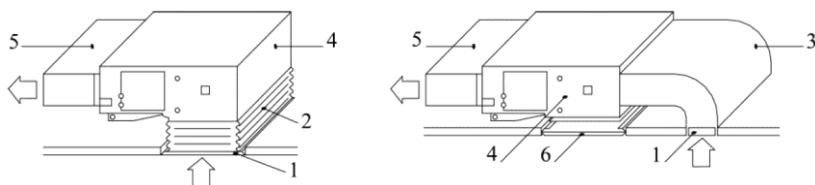

Fig. 12
- e. Il tipo d'installazione deve essere scelto sulla base delle condizioni dell'edificio, della manutenzione ecc. (vedere fig. 12).